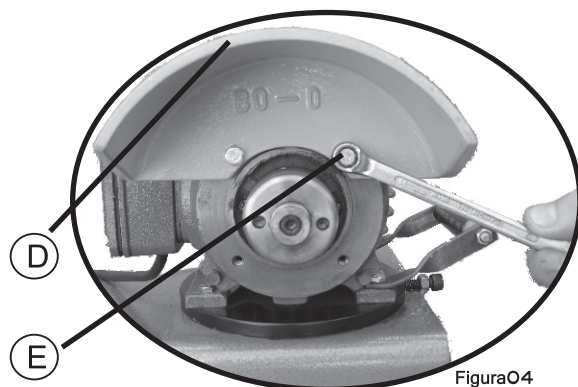

Figura 04
É necessário retirar a proteção do rebolo (D) para afiação de fresas e cabeçotes, para isto, basta soltar os parafusos (E) (figura 04).